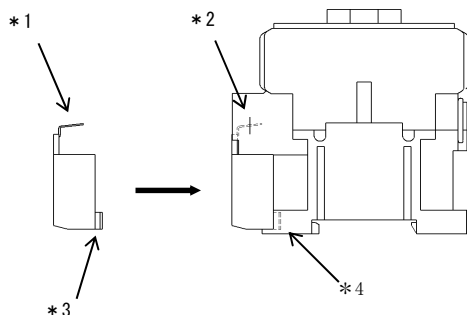

图 1
- (1) 请确认产品与要求的规格是否一致。
- (2) 请检查是否有由于运输等原因而引起的零部件脱落或破损现象。
3. 安装（图 1）